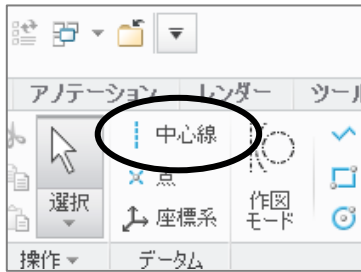
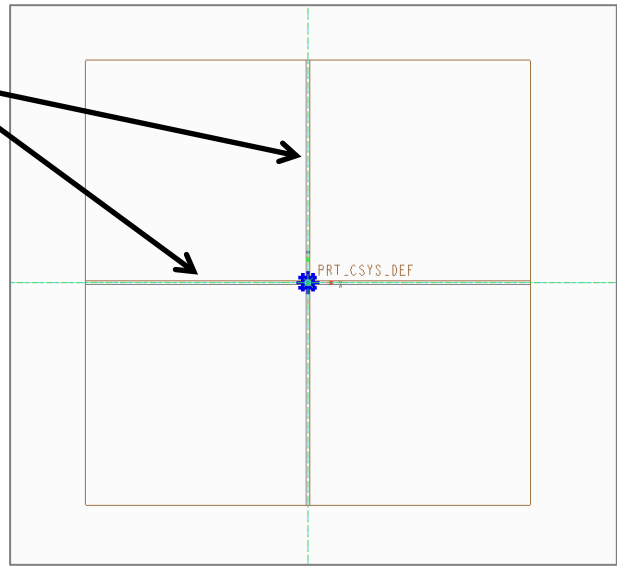

Fig.4 中心線ツール
Fig.5 中心線の設定
3. Fig.4に示す中心線ツールを選択し、Fig.5のように中心線を設定する。